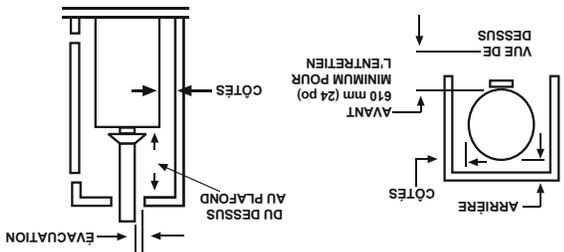

FIGURE 4
- Se reporter à la Figure 4 pour voir l'emplacement des différents dégagements particuliers. Un minimum de 610 mm (24 po) de dégagement avant doit être prévu pour le contrôle et l'entretien.